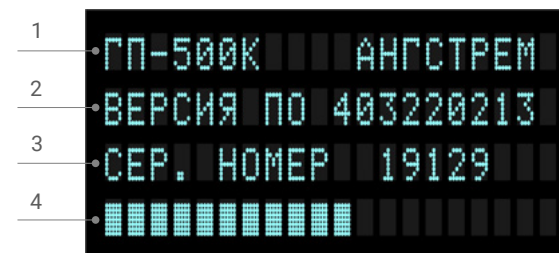

Рисунок 3 - Начальный информационный экран
5.3.3 Начальный информационный экран (рис. 3) появляется после включения генератора, высвечивается (отображается) примерно 3 секунды и несет следующую информацию: